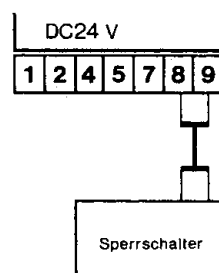

**Bild 17**
– Anschluß an Klemme 7, 8 und 9 nach Bild 17